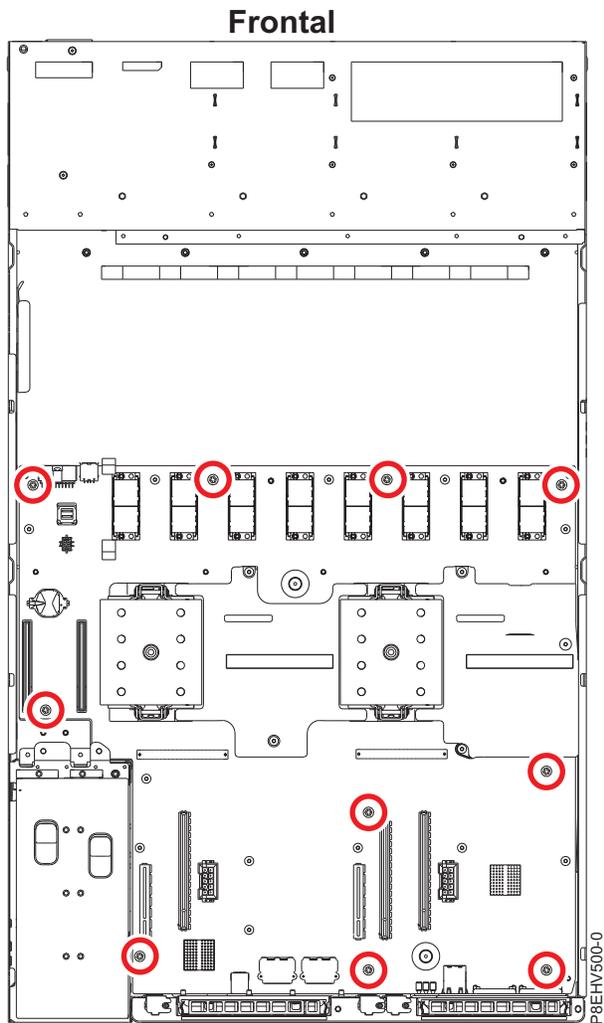

Figura 67. Ubicaciones de los tornillos en la placa del sistema
4. Alinee y atornille los 10 tornillos hexagonales negros (**B**) en la placa posterior del sistema. Las ubicaciones de los tornillos se muestran en la Figura 67 en la página 69.